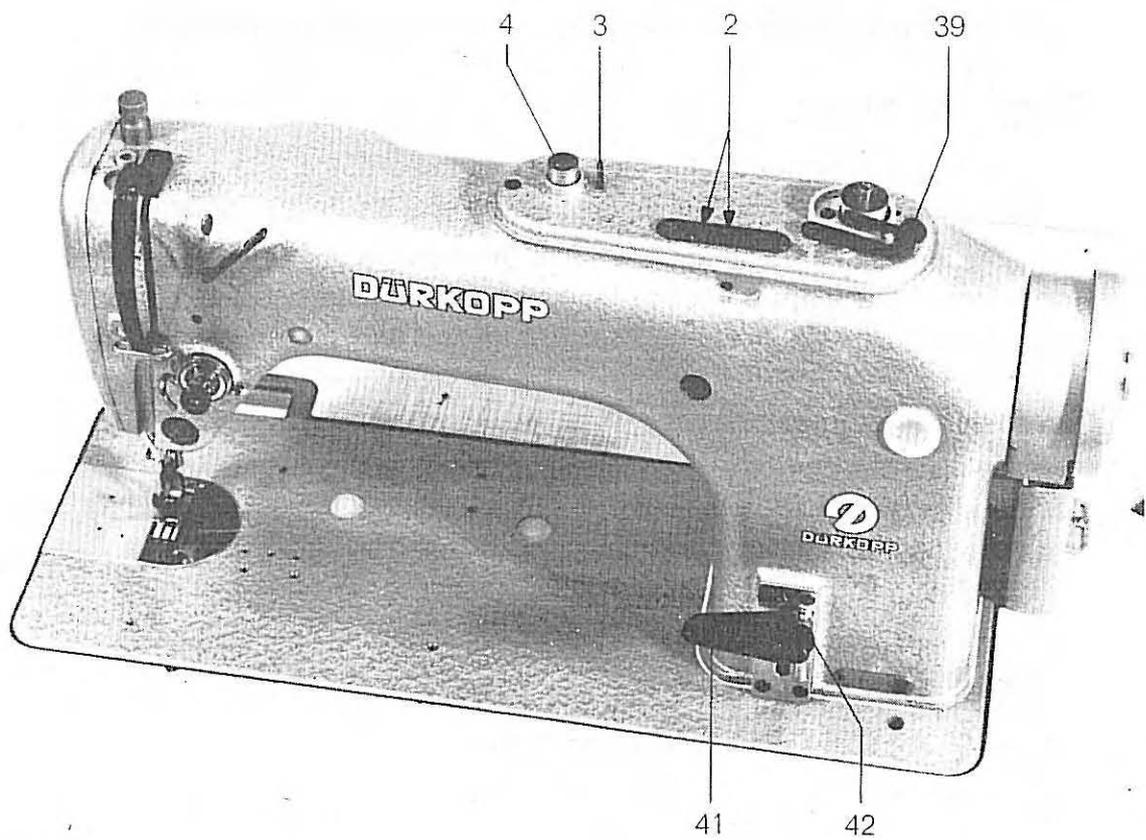
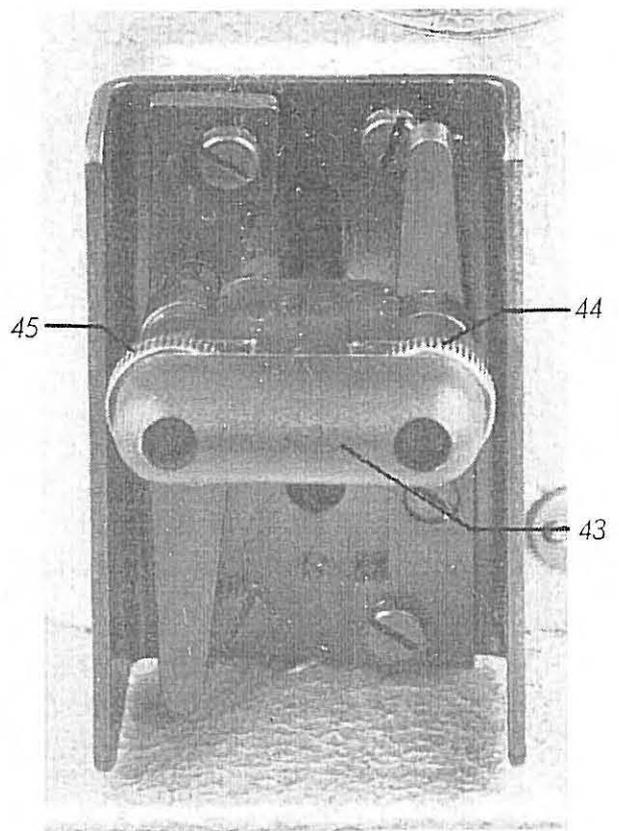

Fig. 3
Fig. 5a
2.2. Remplir les deux trous de graissage dans le couvercle du bras, constituant des réservoirs d'huile 2 (fig. 3)
Le fil du dévidoir passe, en partant du porte-bobine, par le trou de la tôle guide-fil 3 (fig. 3), autour de l'axe de tension de fil 4 pour arriver ensuite au dévidoir. Enrouler le bout du fil dans le sens des aiguilles d'une montre plusieurs fois autour du moyeu de la canette. Presser le clapet du dévidoir 39 contre le moyeu et le remplissage se fera automatiquement en cours de couture.
La longueur du point est réglée par le levier règle-point 41 (fig. 3). Les machines avec mécanisme d'arrêt automatique (-115000) comportent le levier double 43 (fig. 5a) pour le réglage individuel des différentes longueurs de points en marche avant et arrière. Par un ressort de traction, le levier du règle-point est toujours tiré vers le haut, jusqu'à toucher la butée réglable par l'écrou molleté 42.
En abaissant le levier règle-point 41 (fig. 3) jusqu'à la butée inférieure, la machine exécute toujours, mais en marche arrière, la même longueur de point qu'en marche avant.
En cas de -115000 la longueur des points en marche arrière peut être réglée indépendamment de la longueur des points en marche avant en se servant de l'écrou molleté 45 (fig. 5a).
Réglage de la longueur d'entraînement par griffe à élévation (fig. 3)